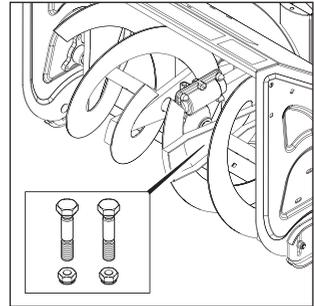

Рис. 22
- Для безопасной работы на снегоборщике шнек закреплен к валу через систему срезных болтов (Рис. 22).